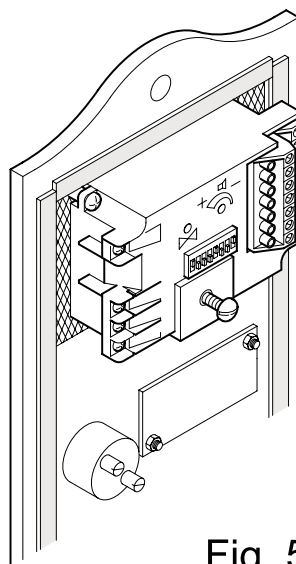

Fig. 5
4. Se la pulsantiera è un modello Firenze fissare il 3065 come mostrato in fig. 5
4. Si la plaque de rue est de la série Firenze fixer le 3065 comme montré dans la figure 5.
4. Wenn die Tasterplatte ein Firenze Modell ist, den 3065 zu befestigen, wie im Bild 5 gezeigt.